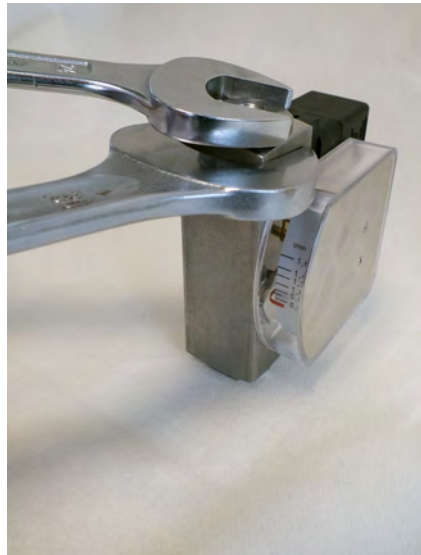

Abb. 43: Verschraubung (Ausgang) lösen
6. Die Verschraubung (Ausgang) (Abb. 43) mit passendem Maulschlüssel lösen. Den Gerätekörper hierbei mit passendem Maulschlüssel gegenhalten